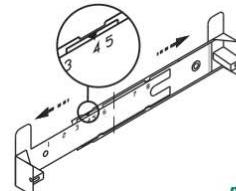

рис. 5
- прежде чем прикрепить кронштейн к стене, необходимо выставить кронштейн на нужный размер (равный ширине верхней фальштрубы) рис. 5. Увеличите размер кронштейна (если это необходимо), раздвинув его, и установите фиксатор напротив цифры, соответствующей Вашему зонту (см табл.3, графа N).